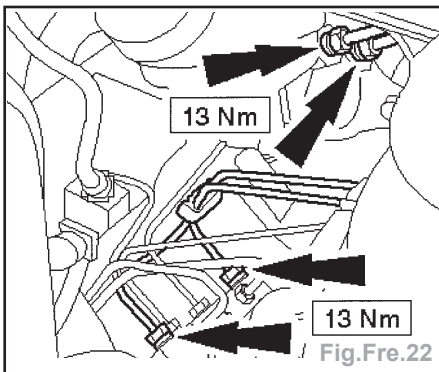

Fig.Fre.22
- Déposer les tubes de frein de maître-cylindre à centrale de commande hydraulique (Fig.Fre.22).